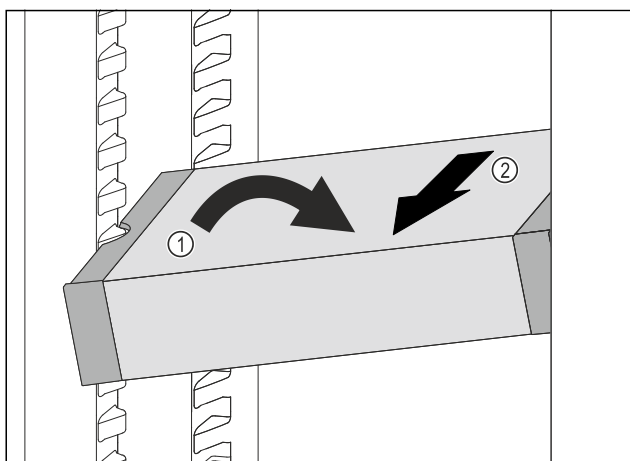

Fig. 157
- 在冷藏区中倾斜 VarioSafe。Fig. 157 (1)
- 向前取出 VarioSafe。Fig. 157 (2)